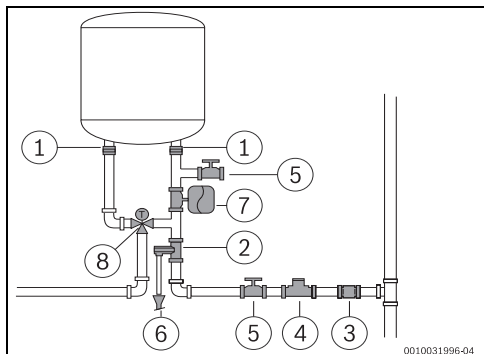

Fig. 10
- Se recomandă să instalați un robinet termostatat (Fig. 10, [8]) la nivelul tubului de evacuare al aparatului dacă se utilizează tuburi PEX. Acesta trebuie să fie reglat astfel încât să corespundă puterii materialului utilizat.
- ▶ Nu instalați niciodată accesorii (altele decât cele prezentate în Fig. 10) între supapa de siguranță și intrarea pentru apă rece (partea dreaptă) a aparatului.
- ▶ Instalați un reductor de presiune (Fig. 10, [4]). Supapa de siguranță se va activa atunci când presiunea apei din aparat depășește 8 bar (± 1 bar), motiv pentru care este necesară planificarea unui mod de scurgere a acestei apei.
- ▶ Instalați un vas de expansiune (Fig. 10, [7]) pentru a opri deschiderea supapei de siguranță în mod frecvent. Volumul vasului de expansiune trebuie să fie echivalent cu 5 % din volumul aparatului.